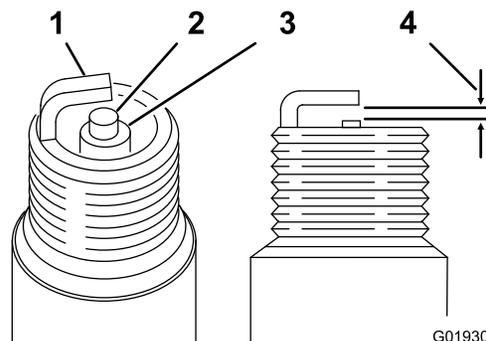

図 34
3. 図 34 のように、エアギャップを 0.6-0.7 mm に調整する。点火プラグをエンジンに取り付け、 $23\text{N}\cdot\text{m}$ $2.35\text{kg}\cdot\text{m}$ = 17ft-lb にトルク締めする。